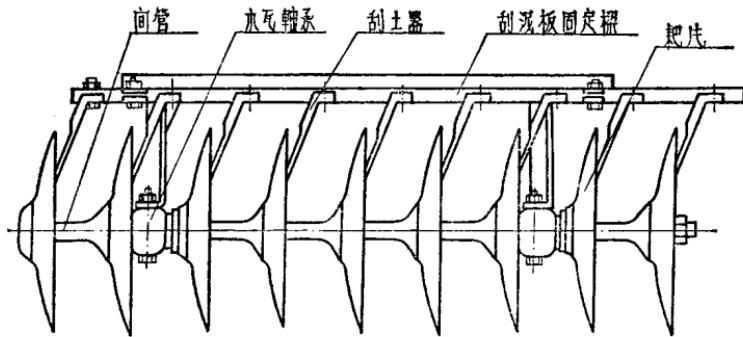

图2-2 前列耙组组装示意图（耙片凹面向右）
1. 耙组：耙组共有两列，前列耙组（图2-2）和后列耙组（耙片组装与图 2-2 所示耙片组装方向相反），分别装有九个耙片。前列耙组耙片凹面向右，后列耙组耙片凹面向左。前后两列耙组的入土角度方向是对称的，能保持整机工作的平稳性。